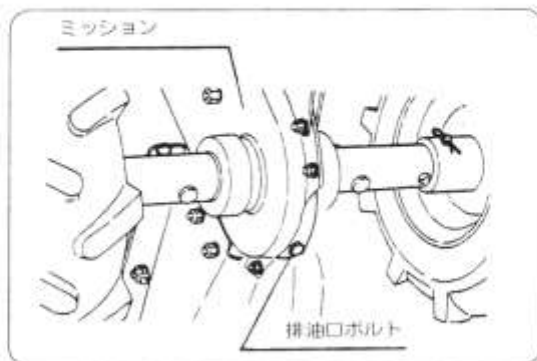

図33
- ① 注油栓を取外してください。
- ② ミッションケース下部にある排油口ボルトを取外して汚れたオイルを流し出してください。(図33)
- ③ 給油口からミッションオイルをゆっくり給油してください。